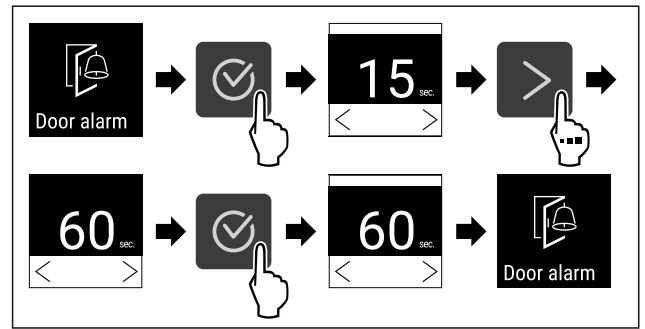

Fig. 104
- ▶ Udfør handlingstrinene (se Fig. 104) .